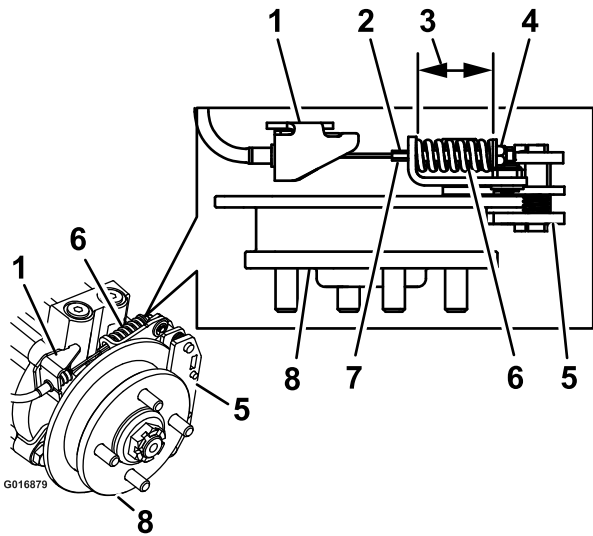

Figure 68
9. Tenez l'extrémité de la tige filetée avec un outil et ajustez le contre-écrou jusqu'à ce que la longueur du ressort se situe entre 3,8 et 4 cm ; voir Figure 68. Le câble ne doit pas tourner quand les écrous sont desserrés.